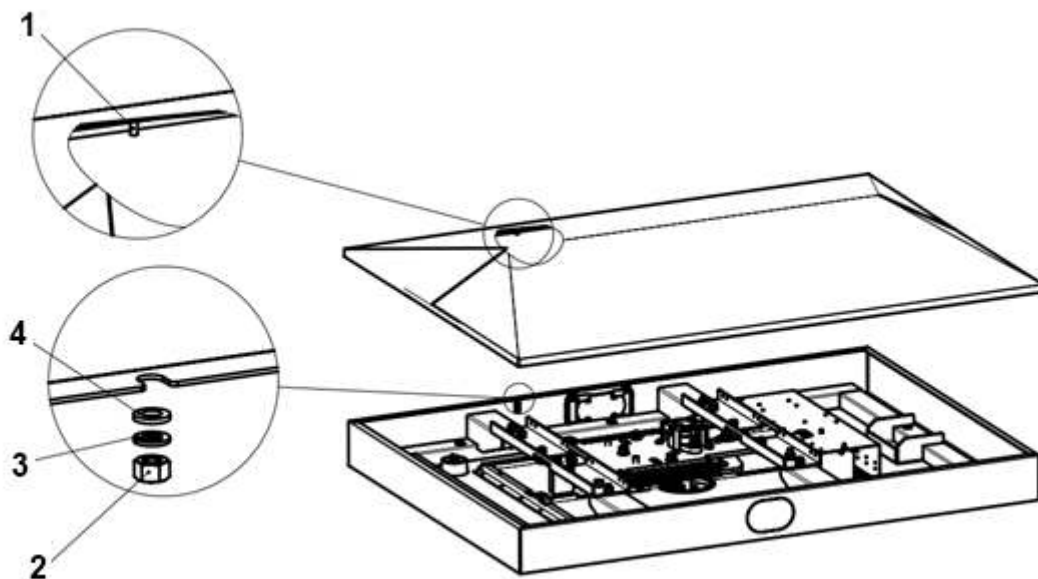

Рисунок 13 – Крепление верхней крышки
Рисунок 13 – верхнюю крышку закрепить к верхнему модулю при помощи четырех гаек (2) и четырех шайб (3-4). Четыре шпильки крепления верхней крышки расположены с внутренней поверхности крышки.